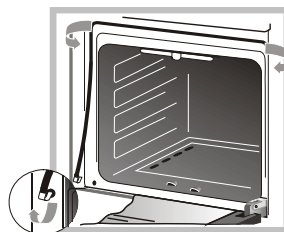

Рис.17
- Когда моете духовку, будьте аккуратны - не повредите резиновое уплотнение. Его можно снять, вынув скобы из отверстий (рис. 17).